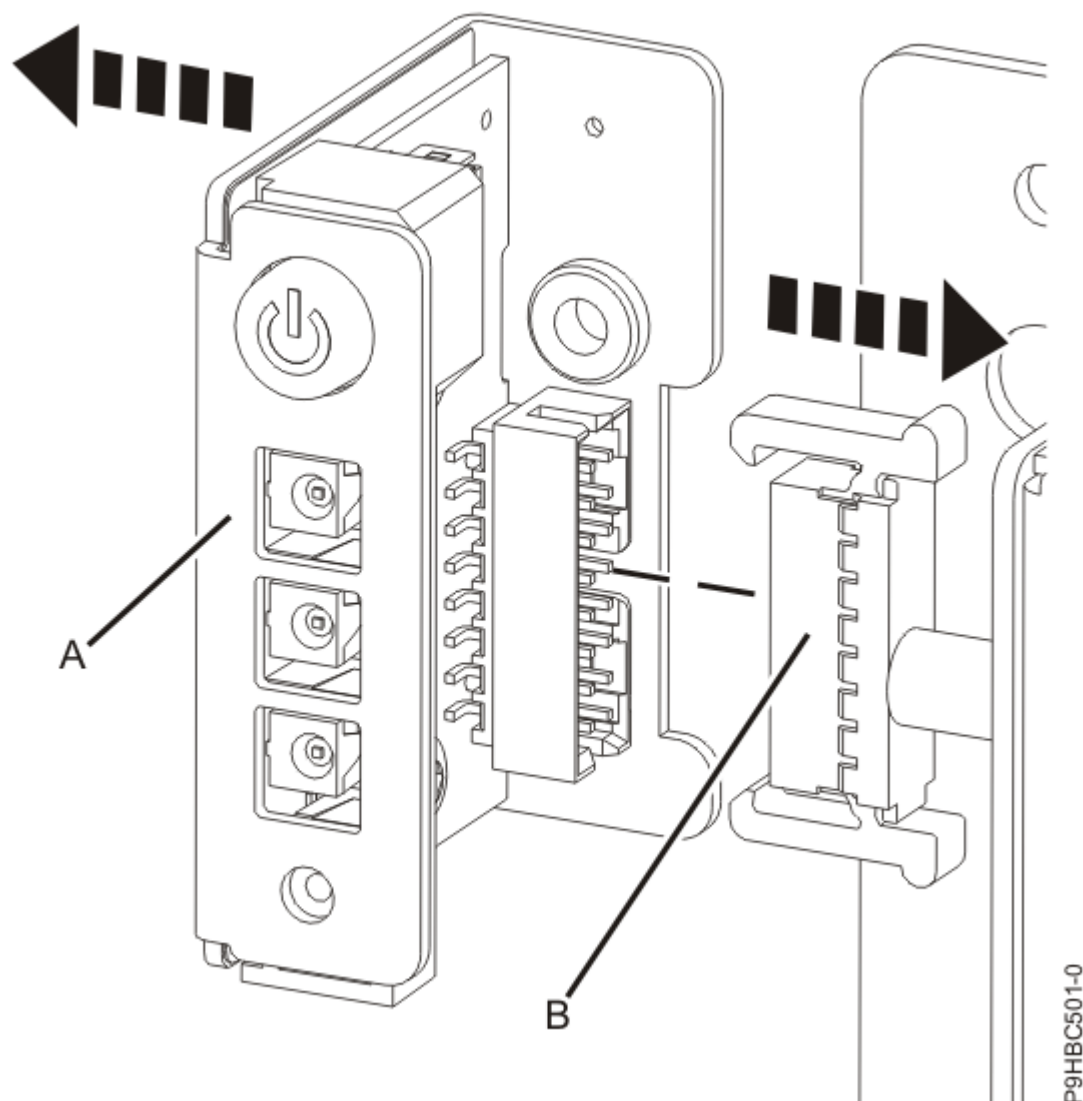

Figura 10. Desconnexió del panell de control del cable
3. Desconnecteu el panell de control **(A)** del cable **(B)** tal com es mostra a la Figura 10 a la pàgina 12.